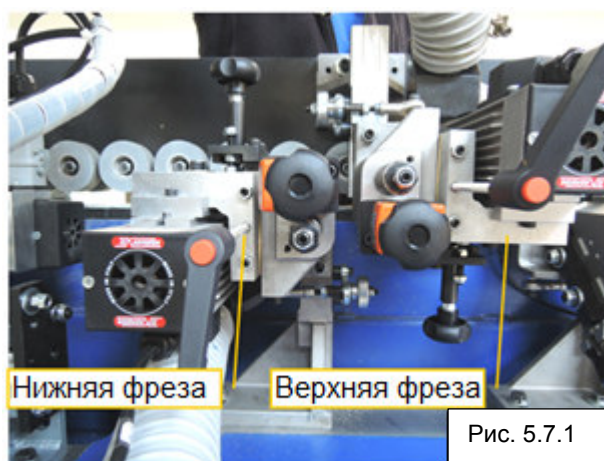

Рис. 5.7.1
- Максимальный свес кромки на сторону составляет 2 мм. Вращение фрез и подача заготовки осуществляются в противоположных направлениях (Рис. 5.7.1).